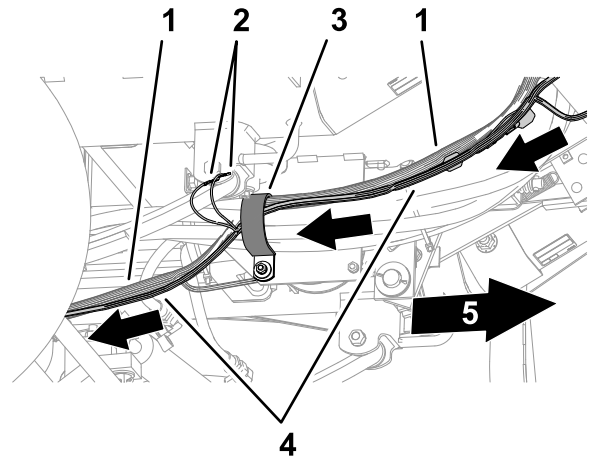

Figure 38
1. Faites passer la branche de 71 cm, la branche de 89 cm et la partie principale de 452 cm du faisceau de câblage dans le collier en R qui fixe les flexibles de direction, sous le panneau de plancher et vers l'avant de l'essieu avant (Figure 38).